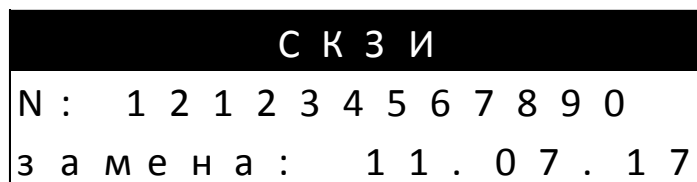

Рисунок 7.4.9 – Окно выбора информации об СКЗИ
– окно информации об СКЗИ (рисунок 7.4.9);